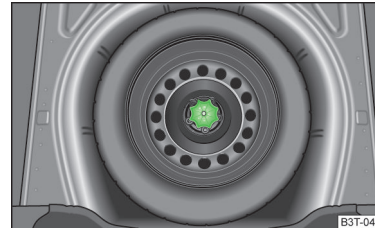

Abb. 138
Das Reserverad befindet sich in einer Mulde unter dem Bodenbelag im Gepäckraum und ist mit einer Spezialmutter befestigt » Abb. 138.
- Die Mutter » Abb. 138 entgegen dem Uhrzeigersinn herausschrauben.
- Die Mutter » Abb. 138 im Uhrzeigersinn einschrauben, bis das Rad sicher befestigt ist.